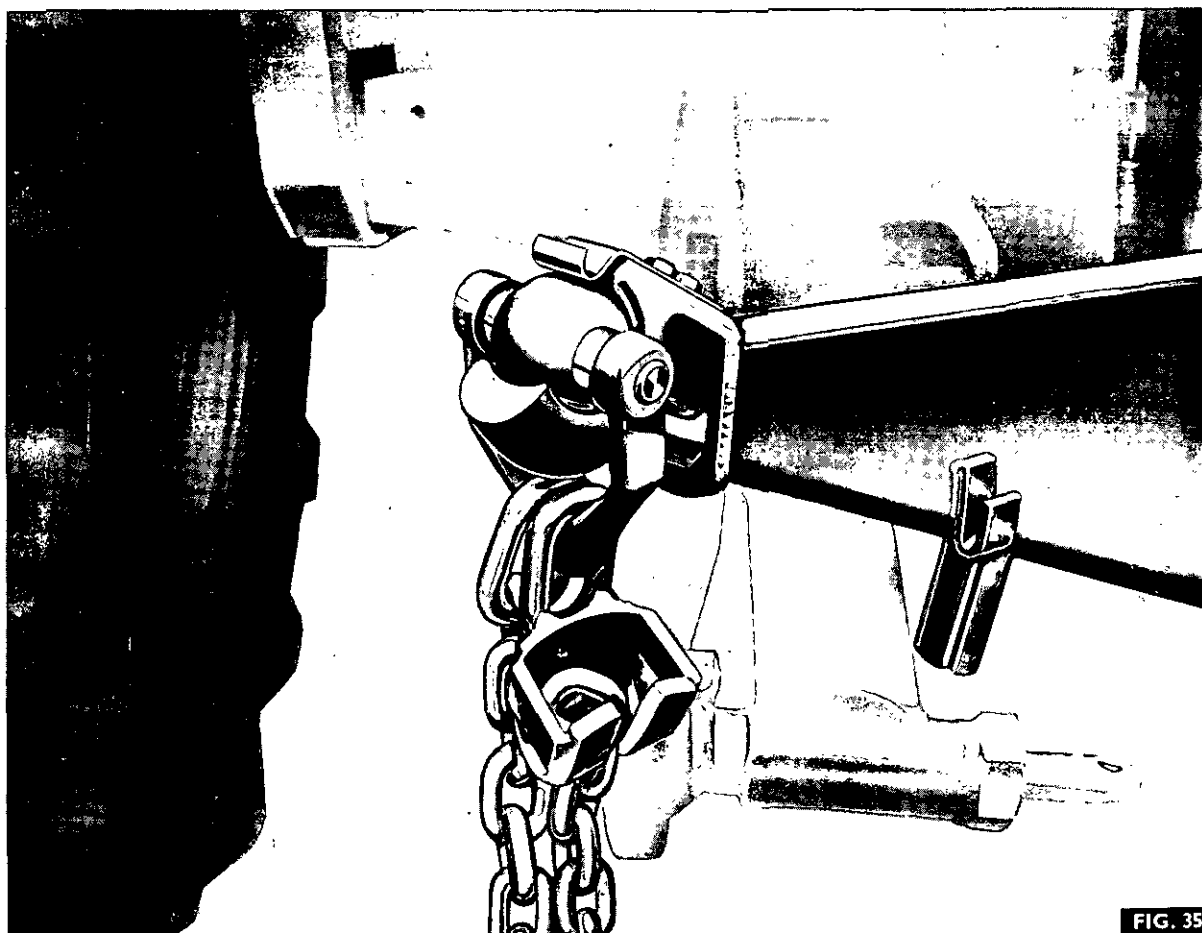

FIG. 35
**NOTE – THE MAXIMUM CHAIN ANGLE SHOULD NOT EXCEED 45° (Fig 35).**